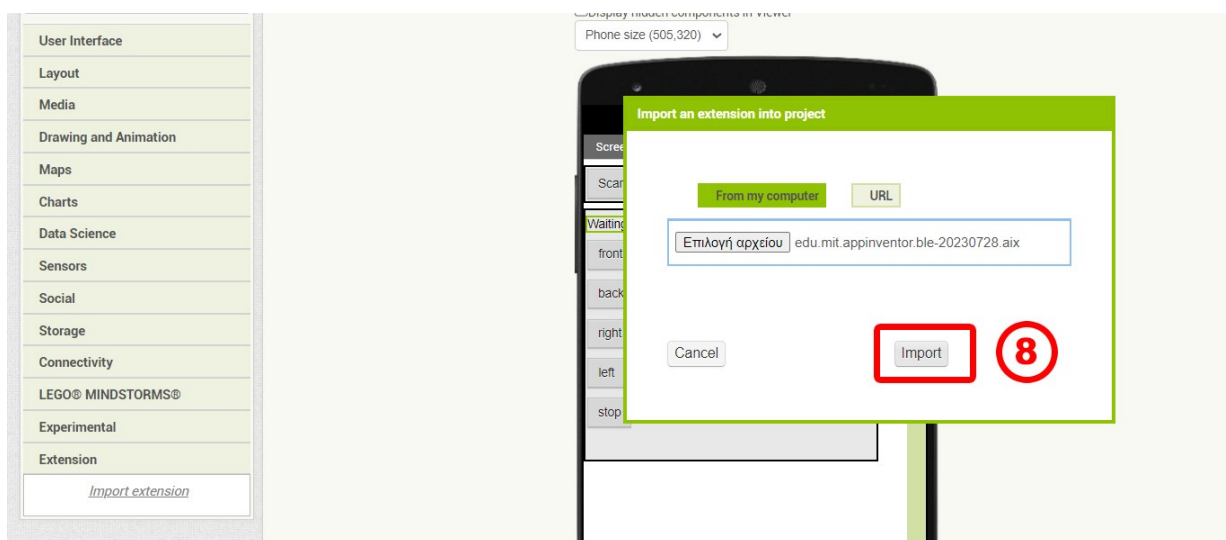

Figure 11 : Cliquez sur le bouton Importer pour importer l'extension sélectionnée
Après avoir trouvé et sélectionné le fichier d'extension, cliquez sur le bouton Importer (8) (Figure 11).